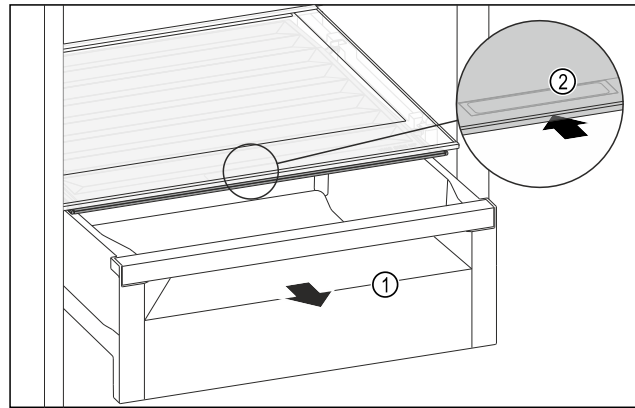

Fig. 82
- ▶ Schubfach Fig. 82 (1) herausziehen.
- ▶ Griffmulde Fig. 82 (2) am Fachdeckel anfassen und Fachdeckel gleichzeitig nach hinten schieben.